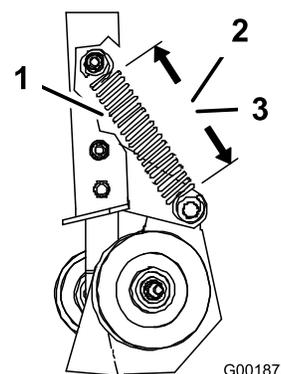
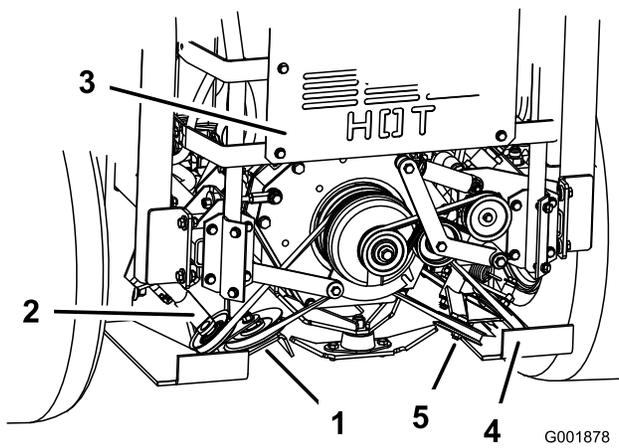

Figure 68
Figure 69
3. Mesurez la longueur du ressort. Vérifiez que les dimensions des spires du ressort sur la poulie de tension rappelée par ressort correspondent bien aux valeurs données ci-dessous (Figure 68 et Figure 69).
- Mesure du ressort gauche : $14,6 \pm 0,3$ cm ($5-3/4 \pm 1/8$ po) (Figure 68).
- Mesure du ressort droit : $14,0 \pm 0,3$ cm ($5-1/2 \pm 1/8$ po) (Figure 68).
4. Si le ressort n'est pas aux bonnes dimensions, desserrez l'écrou de fixation de la poulie de tension réglable pour pouvoir la déplacer dans la fente (Figure 69).
5. Relâchez la pression sur la poulie de tension rappelée par ressort (Figure 69).
6. Abaissez la poulie réglable dans la fente puis serrez l'écrou (Figure 69).
7. Vérifiez que les dimensions des spires du ressort sur la poulie de tension rappelée par ressort sont correctes (Figure 68).